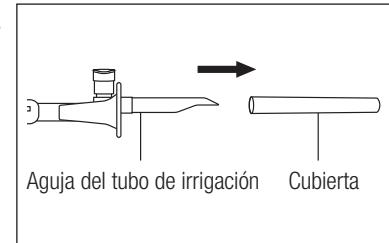

Fig.21
- La cubierta para la aguja del tubo de irrigación no puede esterilizarse en autoclave. Retire la cubierta cuando esterilice la bomba de irrigación (Fig. 21). En ese caso, tenga cuidado de que la aguja del tubo de irrigación no agujere el estuche de autoclave. Si una aguja sobresale del estuche, podría causar lesiones.